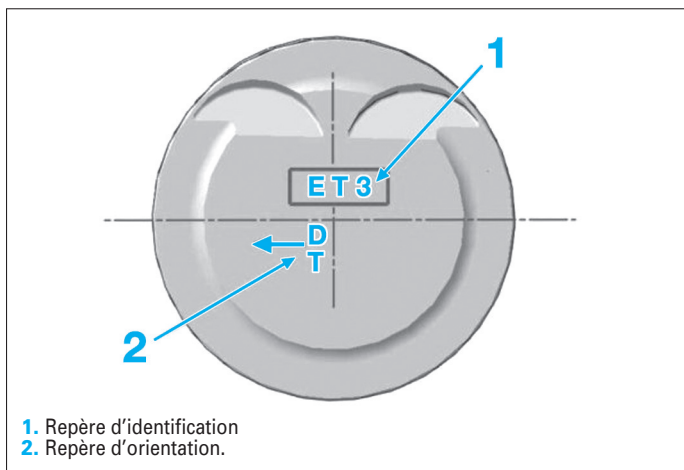

Fig. 15
Un repère d’identification (1) est marqué sur la tête du piston. Le sens de montage (2) est dirigé côté distribution (Fig.15).